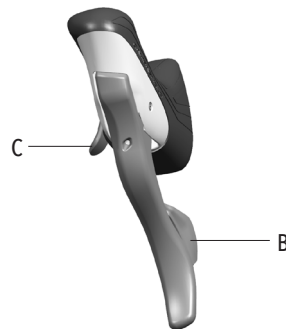

Fig.13
- La leva B (Fig. 13) del comando sinistro agisce sul deragliatore permettendo alla catena di salire sull'ingranaggio superiore.
- La leva C (Fig. 13) agisce sul deragliatore facendo scendere la catena sull'ingranaggio inferiore.